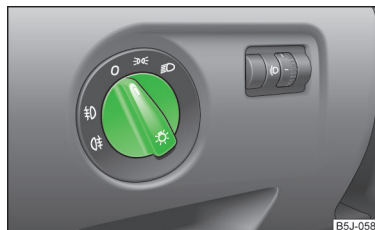

Fig. 23
Sur les véhicules avec **direction à droite**, la disposition des éléments de commande diffère partiellement de celle indiquée dans » fig. 23 à la page 44. Les symboles illustrant les positions des éléments de commande sont identiques.
#### Positions du commutateur des feux » fig. 23
- Faites tourner le commutateur des feux sur la position 0 » fig. 23 à la page 44.